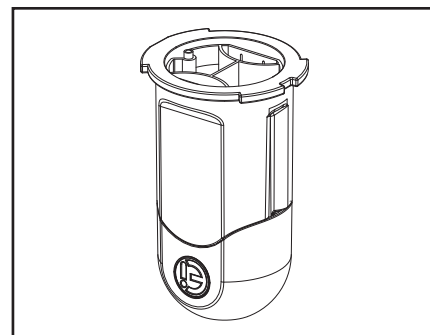

Figure 28. Inverser la cellule
7. Remettre le bouchon sur la cellule, puis inverser (Voir Figure 28).
8. En portant des lunettes de protection et des gants, ajouter une (1) partie d'acide chlorhydrique à dix (10) parties d'eau, puis mélanger.